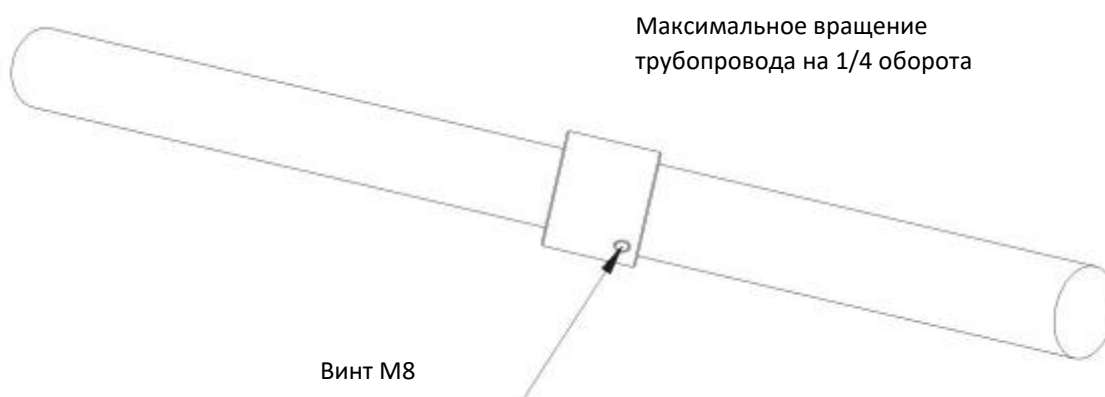

Рисунок 7: Ослабление стопорной гайки
4. Ослабьте обжимную сборку, открутив установочный винт на стороне стопорной гайки, а затем отведя стопорную гайку (рисунок 7).